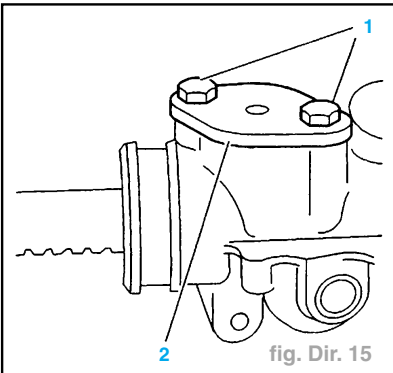

fig. Dir. 15
- les vis (1) (fig. Dir. 15),
- la bride (2),